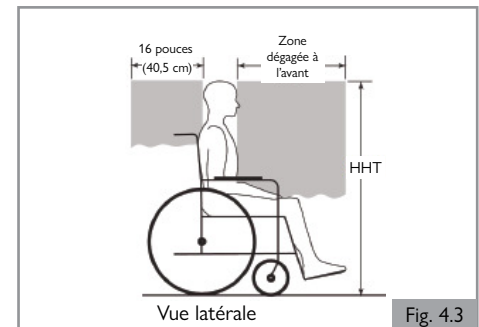

Fig. 4.3
4. La hauteur d'assise estimée depuis le sol jusqu'au haut de la tête de l'occupant du fauteuil roulant est comprise entre environ 47 pouces (119 cm) pour une femme adulte de petite taille et 61 pouces (155 cm) pour un homme adulte de grande taille (Fig. 4.3).